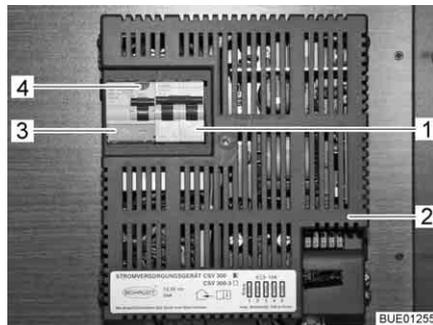

Fig. 114 Interruttore di sicurezza a 230 V e interruttore automatico FI (CSV 300)
Un interruttore di sicurezza per correnti di guasto (interruttore automatico FI) (Fig. 114,3) nell'apparecchio per l'alimentazione elettrica CSV 300 (Fig. 114,2) protegge l'intero veicolo da correnti di guasto (0,03 A).
Un interruttore di sicurezza bipolare collegato in serie (Fig. 114,1) nell'apparecchio per l'alimentazione elettrica protegge la rete di bordo a 230 V.
- Se il veicolo è collegato all'alimentazione a 230 V, premere il tasto di controllo (Fig. 114,4). L'interruttore di sicurezza per correnti di guasto (FI) deve scattare.